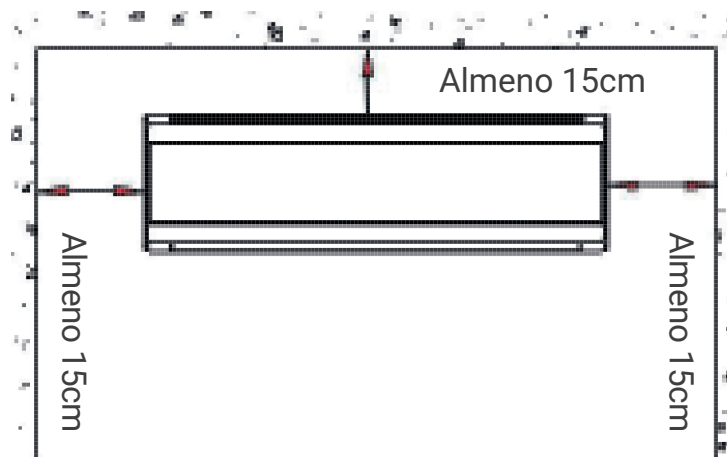

Fig.1
- Garantire la distanza richiesta in Fig.1.
- Il retro dell'unità interna deve essere vicino al muro (Fig.1).